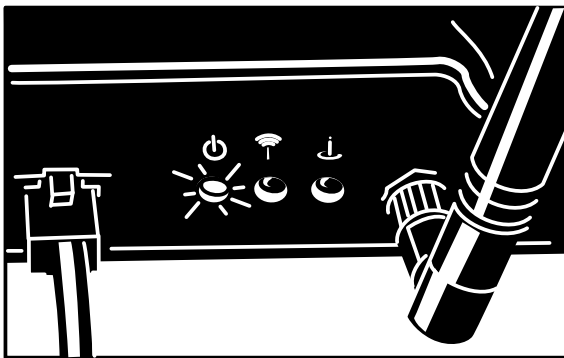

Figura 10
2. Certifique-se de que a luz de energia acende (Figura 10).